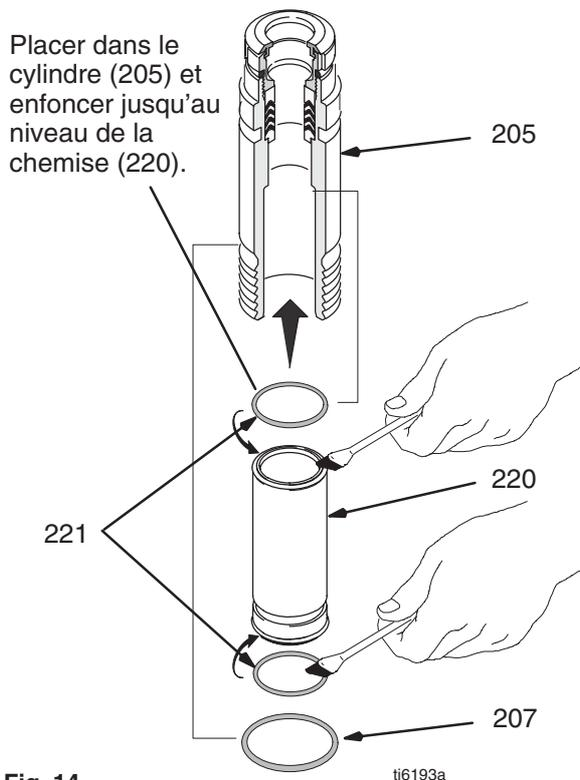

Fig. 14
Fig. 14. Enduire les joints toriques (221) et les placer dans le cylindre (205) et sur la chemise (220). Faire coulisser la chemise (220) par le bas du cylindre (205). Remplacer le joint torique (207) si souhaité.